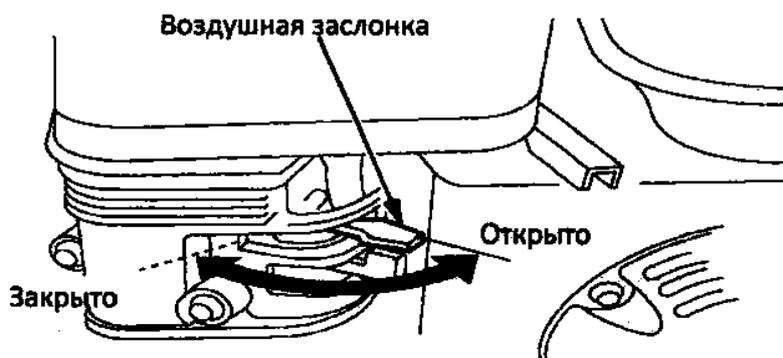

Рисунок 2.15 – Установка положения воздушной заслонки
2. Закройте воздушную заслонку (рис. 2.15).